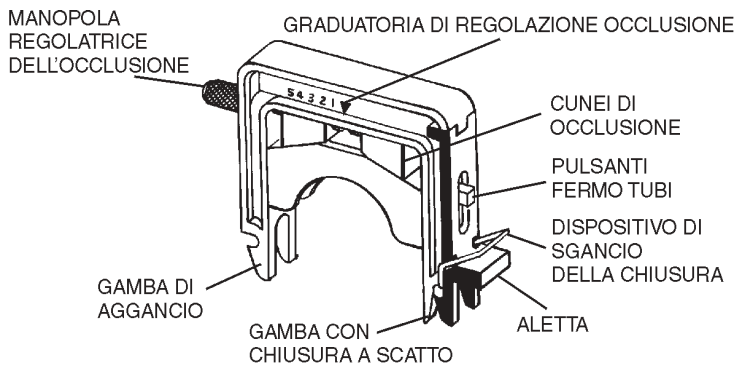

FIGURA 4 INSIEME CARTUCCIA
1. Girare la manopola regolatrice dell'occlusione in senso antiorario fino ad ottenere la massima apertura (vedi Figura 4). Questa operazione non è necessaria quando l'occlusione è regolata secondo l'impostazione di fabbrica o se l'occlusione è stata già regolata correttamente durante un'operazione di pompaggio precedente.
5. Spostare la cartuccia con il tubo sopra il rotore e premere in basso sull'aletta (vedi Figura 4) finché la chiusura non si chiude con uno scatto (vedi Figura 6E). **Nota:** premere la cartuccia quanto basta, come indicato nella Figura 6E per facilitare l'aggancio e lo sgancio.
2. Spingere in giù sul lato della chiusura della cartuccia (vedi Figura 6E) e tirare in fuori la gamba della chiusura per sganciarla dall'asta. Per facilitare l'operazione, premere il dispositivo di sgancio della chiusura (vedi Figura 4).
(4) Pompaggio bidirezionale